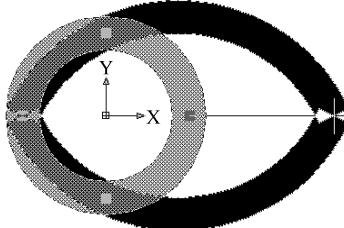

图 3-23 通过拖动夹点改变圆环形状
5) 按 <Enter> 键，结束圆环绘制命令。圆环与圆不同，通过拖动其夹点只能改变形状，而不能改变大小，如图 3-23 所示。